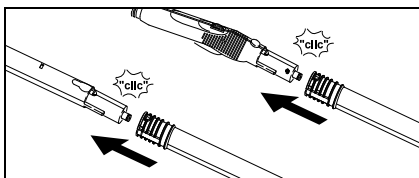

Fig. 7
- ➔ En caso necesario, use los tubos de prolongación (G1). Para ello, monte uno o los dos tubos de prolongación en la pistola aplicadora de vapor (C1) (véase la fig. 7). Acople el accesorio requerido (D1, E1, F1, H1) al extremo libre del tubo de prolongación.